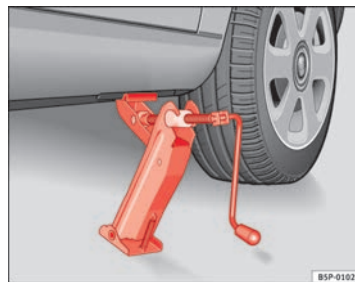

Fig. 173 Colocación del gato
- Posicione el gato de modo que su garra envuelva el nervio del larguero inferior y que la placa base móvil se apoye plana sobre el suelo ⇒ fig. 173.